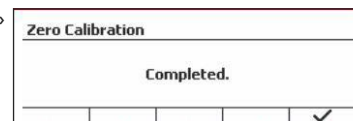

Figure 6
4. Le message « Completed » (Terminé) s'affiche alors à l'écran. (Voir Figure 6)